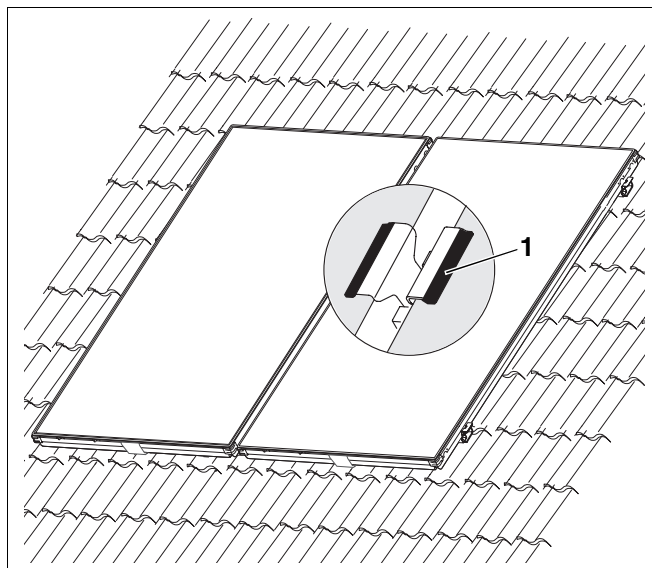

Fig. 36 Fixar os colectores centrados
- ▶ Coloque a dobra dos grampos duplos sobre o vidro dos colectores (Fig. 36).
Preste atenção a que as capas protectoras (Fig. 36, **Item 1**) dos grampos duplos estejam presentes.